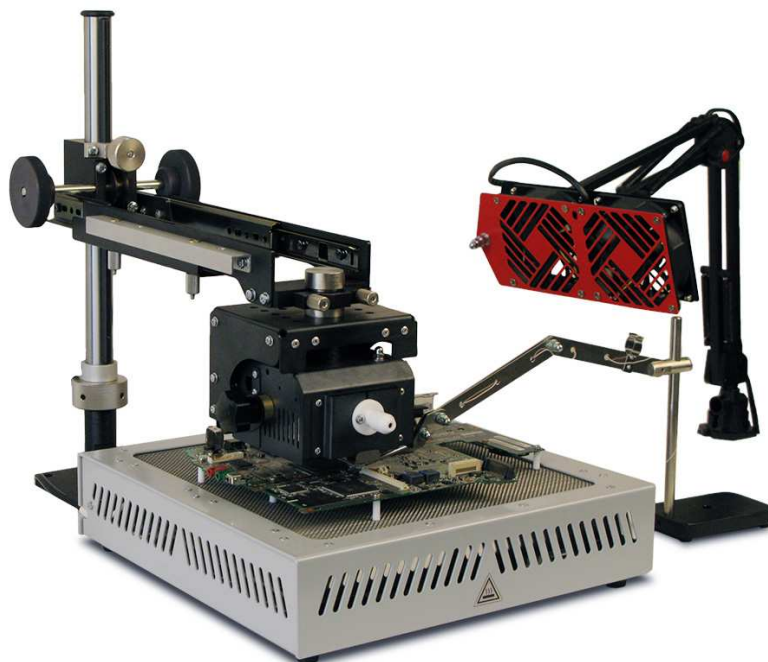

Рис.5. Верхний нагреватель при пайке.
- Дождаться прогрева платы, контролируя температуру по термодатчику, переключить верхний нагреватель на рабочую температуру (450...650°C) и опустить его на рабочую высоту (20...50 мм от поверхности микросхемы до диафрагмы нагревателя — чем меньше расстояние, тем большая мощность ИК-излучения приходится на единицу площади и тем ближе область нагрева к форме окна диафрагмы, рис. 5).